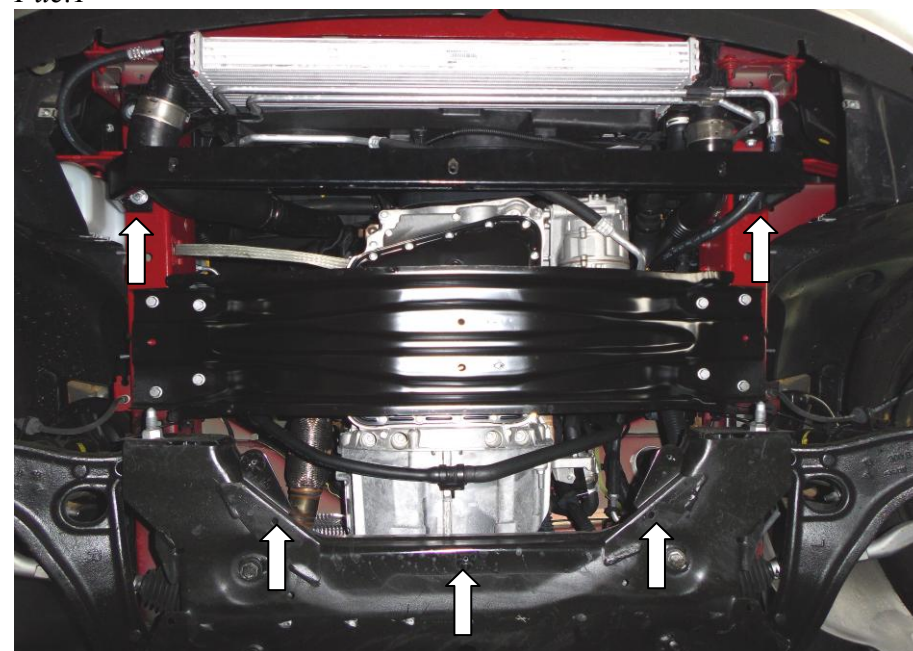

рис.2
3. Установить балку 2 к планкам 10 болтами 6, рис.2.